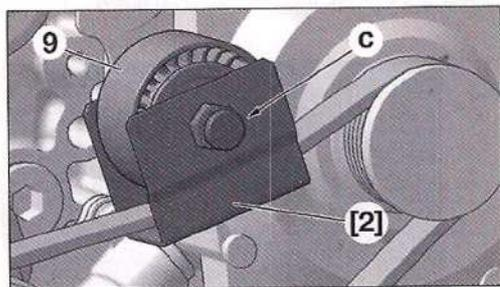

FIG. 24
- Bloquear el útil [2] apretando la fijación (C) sobre el rodillo guía (9) (Fig.24).